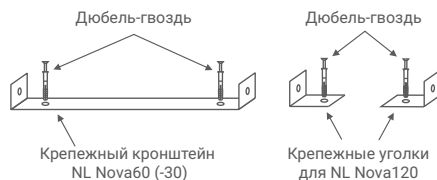

Рис. 1
- a. Закрепите кронштейны на стене или потолке (рис. 1).